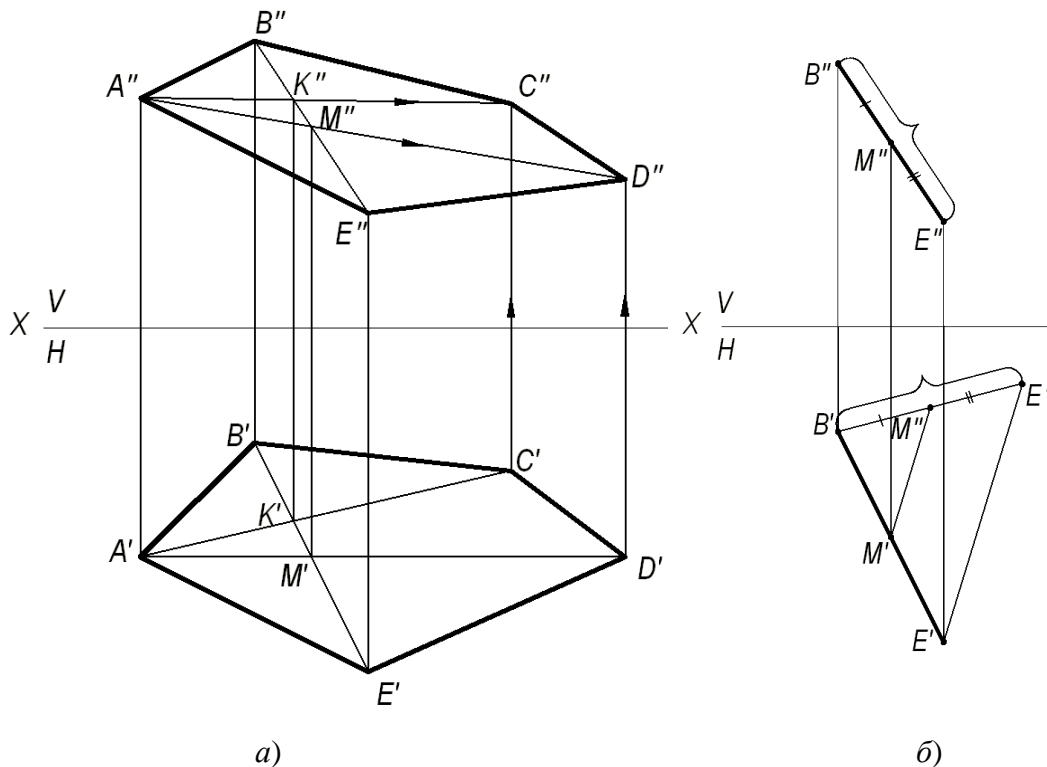

Рис. 1. Построение исходного чертежа многоугольника:
*Задача 1.* Построение исходного чертежа многоугольника (рис. 1).
Горизонтальная проекция многоугольника  $ABCDE$  задана полностью, а фронтальная проекция только тремя проекциями точек  $A''B''E''$ . Необходимо достроить фронтальную проекцию точек  $C, D$ . При построении недостающей проекции заданного многоугольника необходимо соблюдать условие принадлежности точек данной фигуры к плоскости. Чтобы точки  $C, D$  лежали в плоскости, определенной тремя точками  $A, B$  и  $E$ , необходимо, чтобы они находились на прямых, лежащих в этой плоскости. Этими прямыми являются диагонали  $AC, AD$  и  $BE$ , горизонтальные проекции которых можно построить (рис. 1а).
В случае, если линия совпадает по направлению с линией проекционной связи или круто наклонена к оси проекций, то недостающая проекция точки строится из условия пропорционального деления отрезка: если точка делит отрезок на пропорциональные части, то проекция этой точки делит проекции этого отрезка в том же отношении. На рис. 1б нужно построить горизонтальную проекцию точки  $M'$ . Из проекции точки  $B'$  проводят линию под углом меньше  $90^\circ$  к  $B'E'$  и на ней от проекции точки  $B'$  откладывают отрезки равные  $B''M''$  и  $B''E''$ . Соединяют  $E'$  и  $E''$  и параллельно этому направлению проводят от  $M''$  линию до пересечения с  $B'E'$ . Получают искомую горизонтальную проекцию  $M'$ .